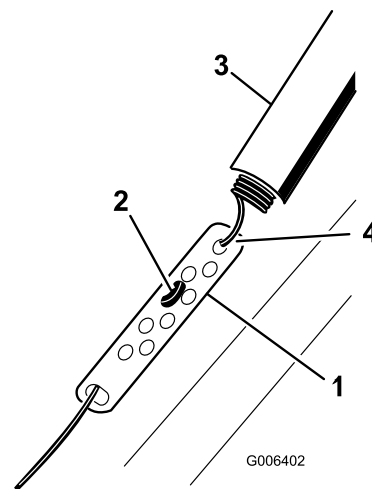

Рисунок 10
1. Сдвиньте вверх крышку пружины и отсоедините пружину от регулировочного звена (Рисунок 10).
2. Передвиньте Z-образный фитинг к верхнему или нижнему отверстию в регулировочном звене для того, чтобы обеспечить зазор между планкой управления и рукояткой, находящийся в пределах от 2 мм до 3 мм (Рисунок 10).